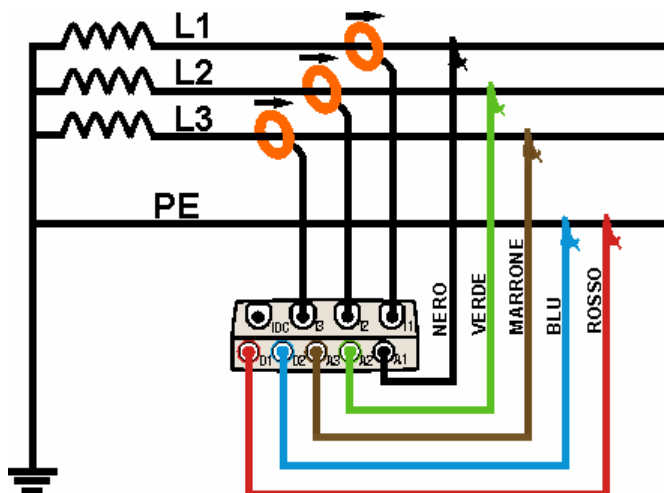

Fig. 205: Collegamento dello strumento in un sistema Trifase 3-fili
2. Collegare i cavi di misura della tensione sui conduttori di Fase L1, L2, L3 e Terra rispettando i colori come mostrato in Fig. 205. **Verificare a display l'indicazione "123" relativa al corretto senso ciclico delle fasi** (vedere il paragrafo 5.2.3) ed effettuare le opportune correzioni fino al raggiungimento di tale situazione.
3. Collegare le pinze di corrente sui conduttori di Fase L1, L2, L3 come mostrato nella Fig. 205 **rispettando il verso della freccia** presente sulla pinza stessa che indica la direzione convenzionale della corrente da generatore a carico. **Verificare sempre, nelle videate della sezione Visualizzazione Misure, che le Potenze Attive P1, P2, P3 siano sempre positive e che i fattori di potenza Pf1, Pf2, Pf3 siano corrispondenti ad un carico, normalmente induttivo**, prima di attivare una registrazione. In caso di valori negativi delle potenze attive ruotare le pinze di 180° sui conduttori interessati.